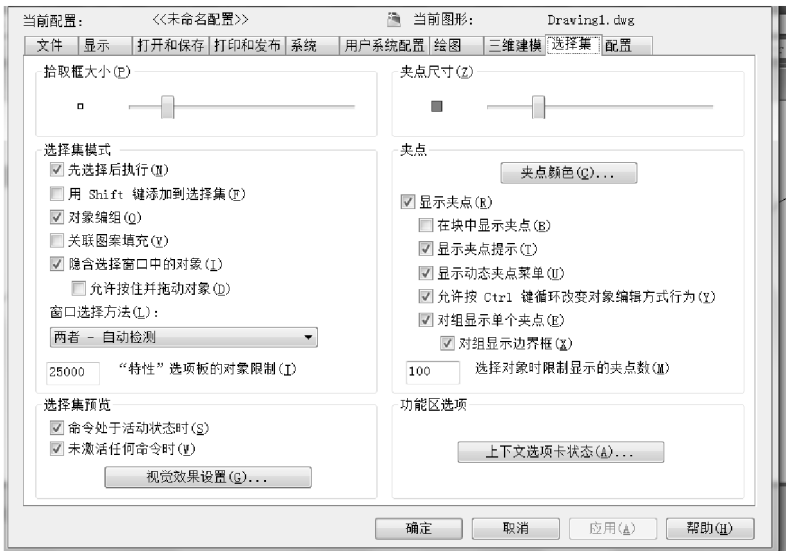

图 5-2 打开夹点工具
2) 单击应用程序按钮, 在弹出的菜单中选择【选项】按钮, 弹出【选项】对话框, 在对话框中的“选择集”选项卡中, 打开“显示夹点”复选框, 如图 5-2 所示, 在该页面上还可以设置代表夹点的小方格的尺寸和颜色。